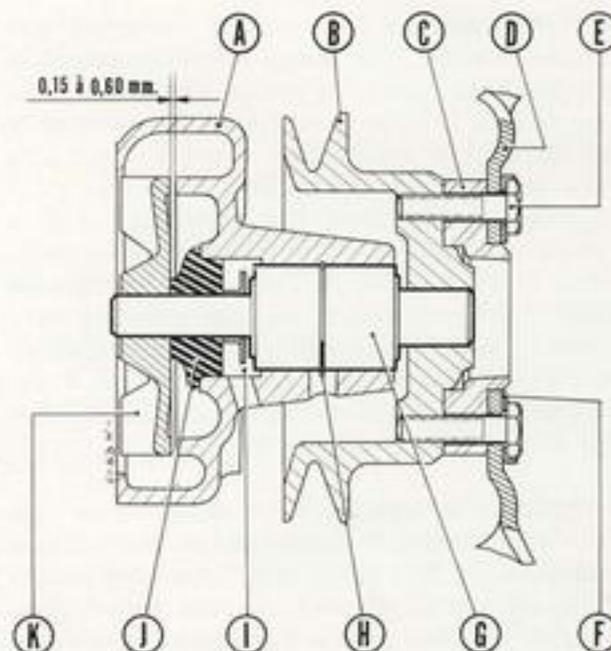

Fig. 3
- Enlever la turbine à la presse. Celle-ci, enlevée, libère le joint d'étanchéité et le déflecteur d'eau du roulement (voir fig. 3).
L'assemblage de la pompe devra être conforme à la figure 3.